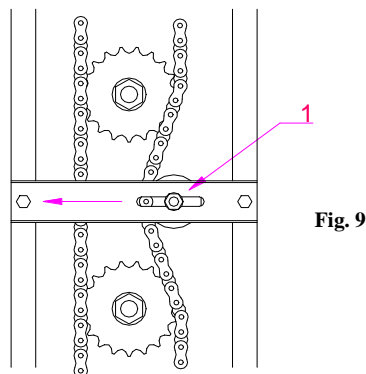

Fig. 9
- Afloje ligeramente el tornillo (1) **fig.9** y desplace el tensor hacia su izquierda, vuelva a fijar el tensor apretando el tornillo (1) cuando la cadena esté tensada.